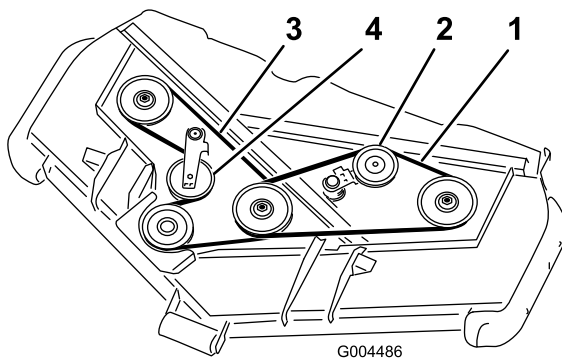

Bild 18
3. Schieben Sie mit einem Stemmeisen die Spannscheibe für den oberen Riemen (Bild 18) vom oberen Treibriemen, um die Riemenspannung zu lösen, sodass der Riemen von den Scheiben rutschen kann.
4. Verlegen Sie einen neuen Riemen um die Getriebescheibe, die unteren Spindelscheiben und die Spannscheibe, siehe Bild 18.
5. Verlegen Sie einen neuen Riemen um die oberen Spindelscheiben und die Spannscheibe, siehe (Bild 18).